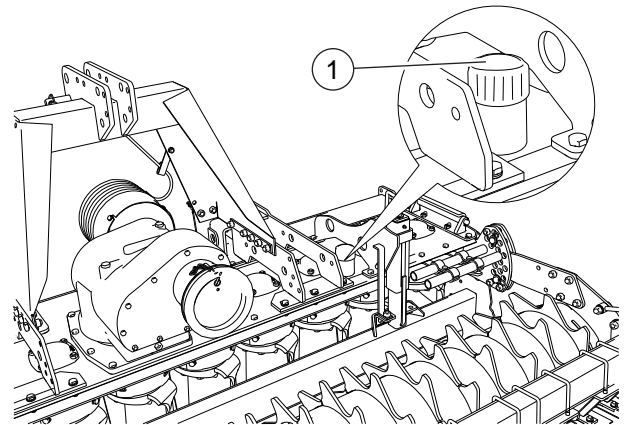

FIG. 40
Den Deckel des Öl-Einganges auf der Wanne (1, "Fig. 40") abschrauben. Der korrekte zu erachtende Pegel ist 1 cm unter der Oberfläche des Zahnrades des Rotors.
- Den Deckel vom Öleingang abschrauben ("Fig. 40").
- Den Deckel des Ölausgangs zuschrauben (3).